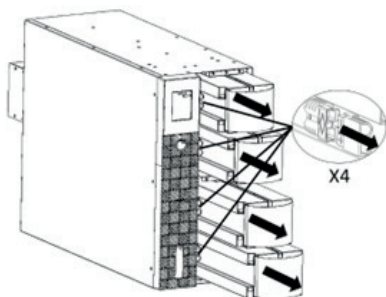

Рисунок 12
3. Извлеките внутренние батарейные блоки ИБП: отсоедините разъем батарейного блока и снимите четыре модуля из ИБП (рис. 12).